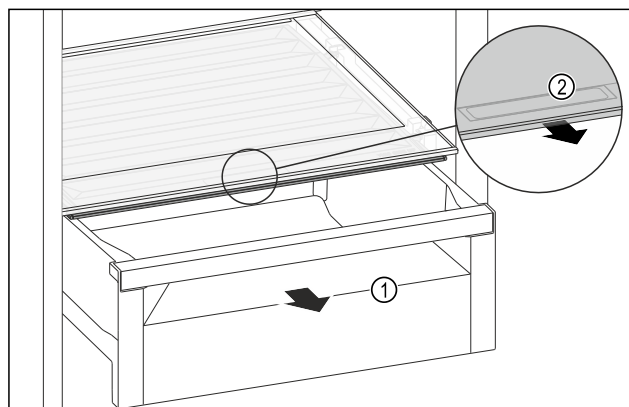

Fig. 145
- Húzza ki a fiókot Fig. 145 (1).
- Fogja meg a sülyesztett fogantyút Fig. 145 (2) a rekeszfedélen, és ezzel egy időben húzza előre felé a rekeszfedélet.